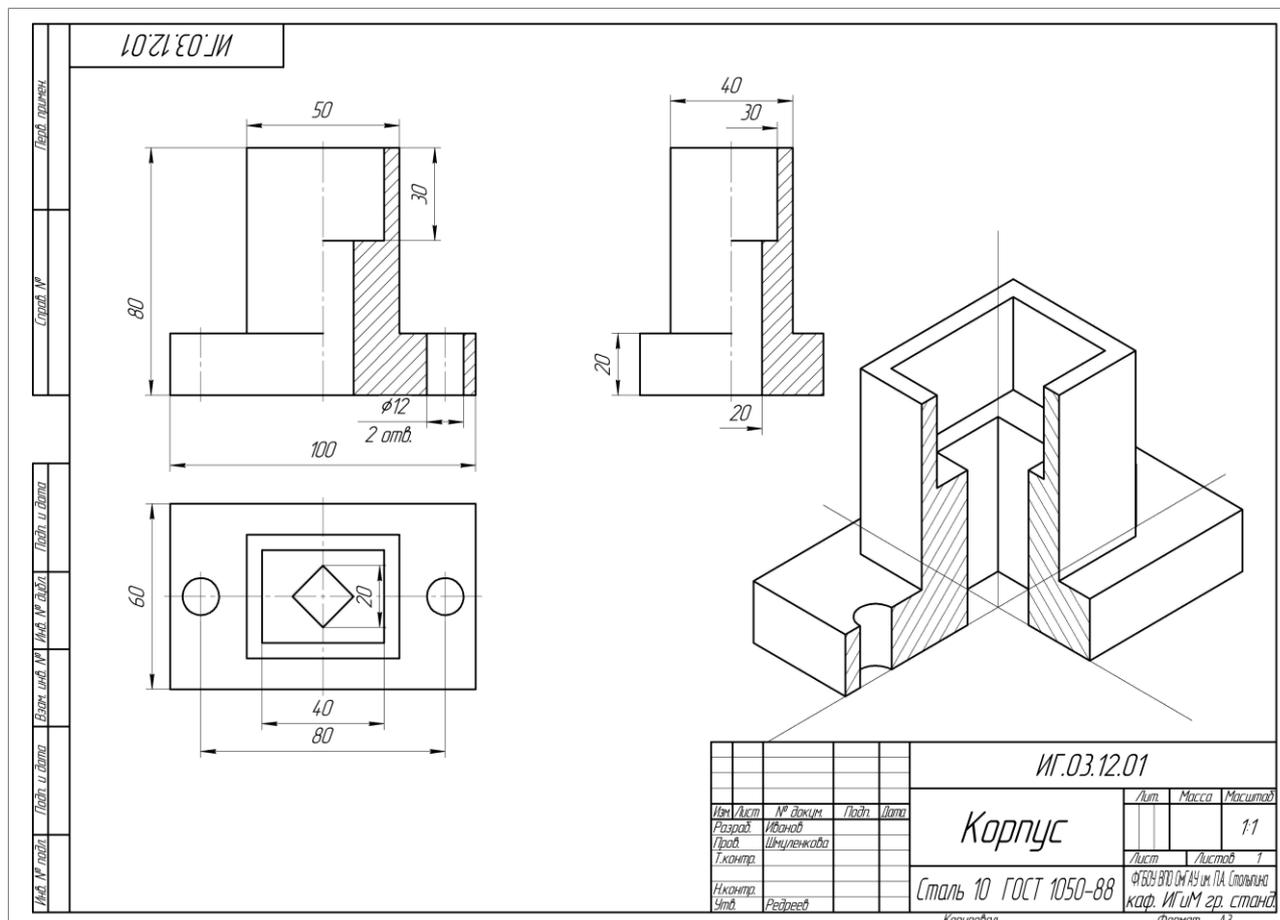

Рис.4 – Пример работы ГР 03
**Содержание:** на формате А3 вычертить два данных вида детали и построить вид слева. Выполнить половинчатые разрезы на главном виде и слева. Начертить **изометрию** с вырезом  $\frac{1}{4}$  части. Нанести размеры. Заполнить основную надпись. Номер работы: ИГ 03. XX. 01. Пример графической работы ИГ 03 представлен на рис. 4.